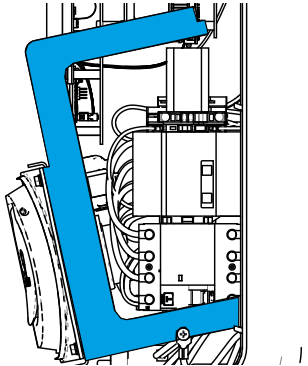

Figure 5 : Châssis auxiliaire détachable
4. Le châssis auxiliaire avec les prises de charge de type 2 doit être détaché, voir les figures 5 et 6. Le châssis auxiliaire est équipé d'un mécanisme à enclenchement sur les quatre points de raccordement. Il est préférable de détacher le châssis auxiliaire en détachant d'abord un côté (gauche ou droite), suivi de l'autre côté.